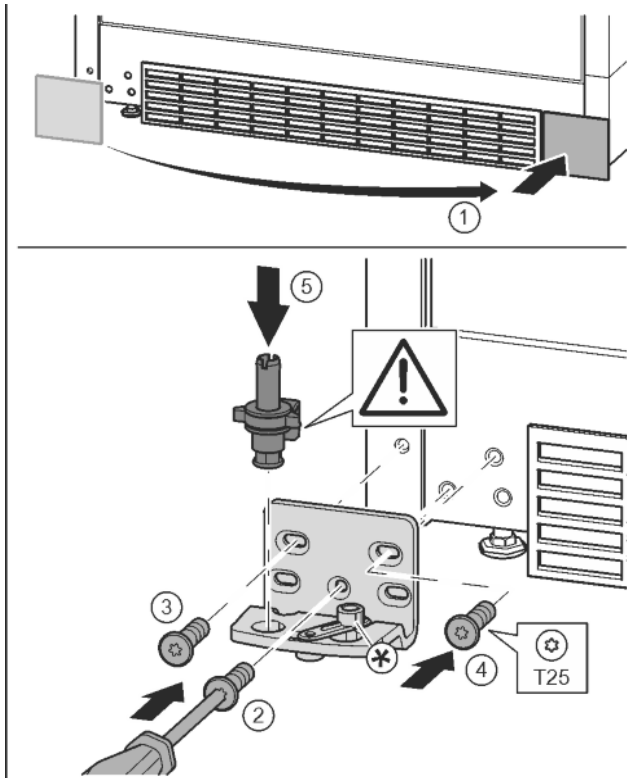

Fig. 17
- ▶ Sejměte kryt a připevněte jej na druhé straně. Fig. 17 (1)
- ▶ Nasadíte stojan ložiska na druhé straně a přišroubujte pomocí šroubováku T25. Začněte šroubem 2 dole uprostřed. Fig. 17 (2)
- ▶ Pevně utáhněte šroub 3 a 4. Fig. 17 (3, 4)
- ▶ Zcela vložte ložiskový čep. Přitom dávejte pozor, aby zajišťovací vačka směřovala dozadu. Fig. 17 (5)